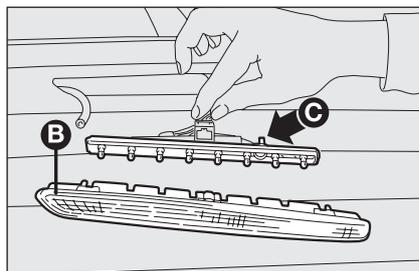

fig. 33
- estrarre il gruppo trasparente **B-fig. 33** e scollegare il connettore elettrico;
- agendo in modo contrapposto sulle alette **C-fig. 33** estrarre il portalam-pade;